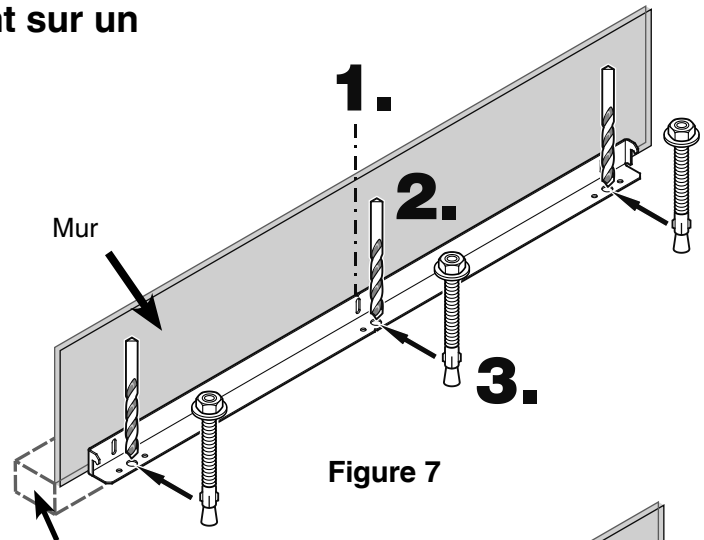

Figure 7
Montage du dispositif antibasculement sur un sol en béton - Figure 7 - 8
2. Percer un trou de 3/8 po de diamètre dans l'une des positions représentées à la **Figure 7** en utilisant une mèche au carbure.